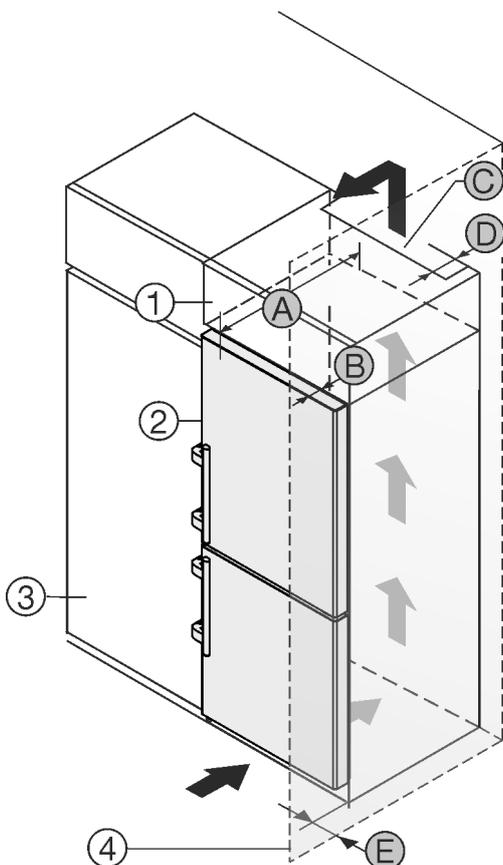

Fig. 2
Coloque el aparato directamente al lado del armario de cocina Fig. 2 (3)*.
En la parte posterior del armario superior debe estar disponible un pozo de ventilación con la profundidad Fig. 2 (D) sobre la totalidad del ancho de armario superior.*
Debajo del techo debe respetarse la sección transversal de ventilación Fig. 2 (C)*.
Si el electrodoméstico se instala con las bisagras al lado de una pared Fig. 2 (4), la separación entre el mismo y la pared debe ser de por lo menos 57 mm. Esto corresponde a la parte que sobresale de la manija con la puerta abierta.*
A fin de poder abrir completamente las puertas, el aparato debe sobresalir alrededor de la profundidad de la puerta Fig. 2 (B) en comparación con la parte frontal del armario de cocina. Dependiendo de la profundidad del armario de cocina Fig. 2 (3) y el empleo de separadores de pared el aparato puede sobresalir aún más.*